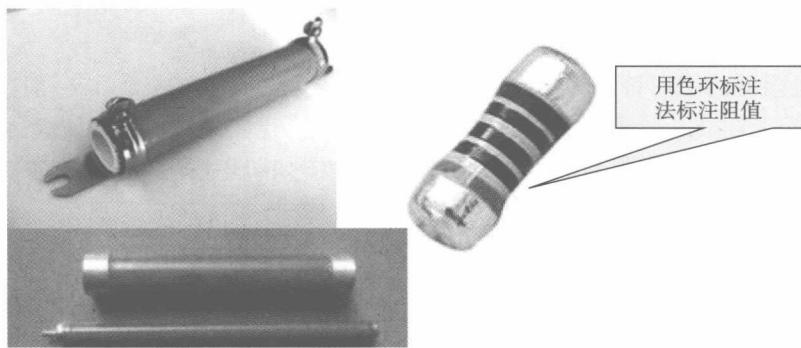

图 2-1-6 玻璃釉电阻器的实物图
4) 玻璃釉电阻器的图形符号为—□—，在电路中通常标为  $R$  或  $RI$ ，它是用丝网印刷法按照一定图形，将金属玻璃釉电阻浆料涂覆在陶瓷基体上，经高温烧结而成的。其优点是阻值范围宽，噪声小，耐热性好，过载能力强，耐潮、耐磨等都很好，是很有前途的电位器品种；缺点是接触电阻和电流噪声大。玻璃釉电阻器的实物图如图 2-1-6 所示。